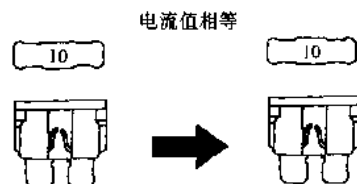

图 1-1 新旧熔断器的电流值应相等
10. 更换熔断器时,应保证熔断器与原来具有相同的额定电流值(见图 1-1)。